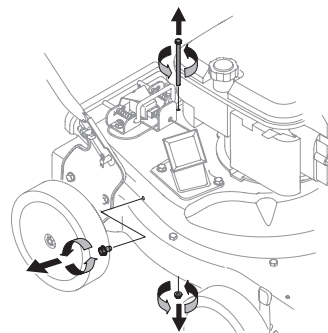

Figura 17
5. Retire el tornillo autorroscante del lado derecho de la unidad que se fija a la pantalla de protección. Puede ser necesario retirar el colgador del soporte de la manguera (si está equipado) para tener acceso al tornillo. Vea la Figura 17.
6. Saque el tornillo de cabeza hexagonal de la parte superior de la caja posterior cerca del soporte de montaje, y la tuerca de seguridad de la brida que une la pantalla de desgranado. Vea la Figura 17.